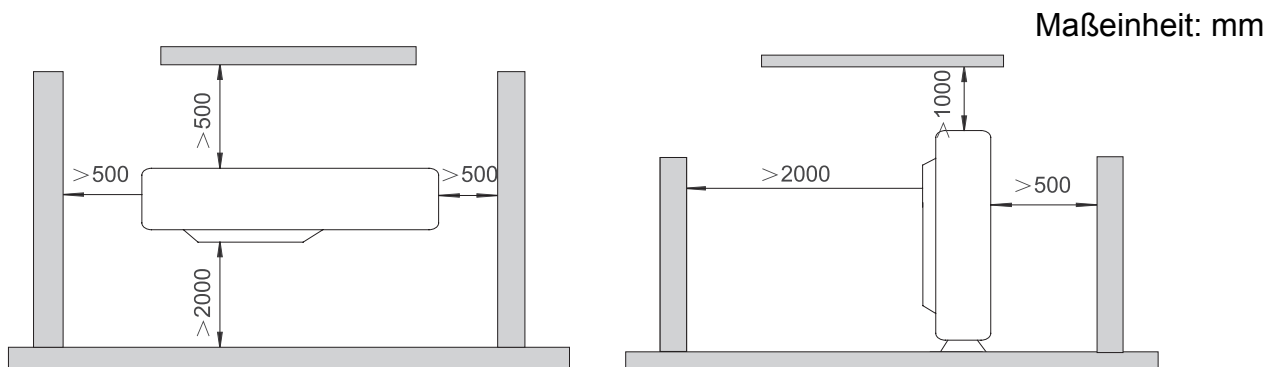

Abb. 3
7. Sorgen Sie für einen freien Platz gemäß Bild 3, so dass die Luftströmung nicht blockiert wird. Zur Sicherstellung eines effizienten Betriebs drei der vier Richtungen der Außenkonstruktion offen lassen.